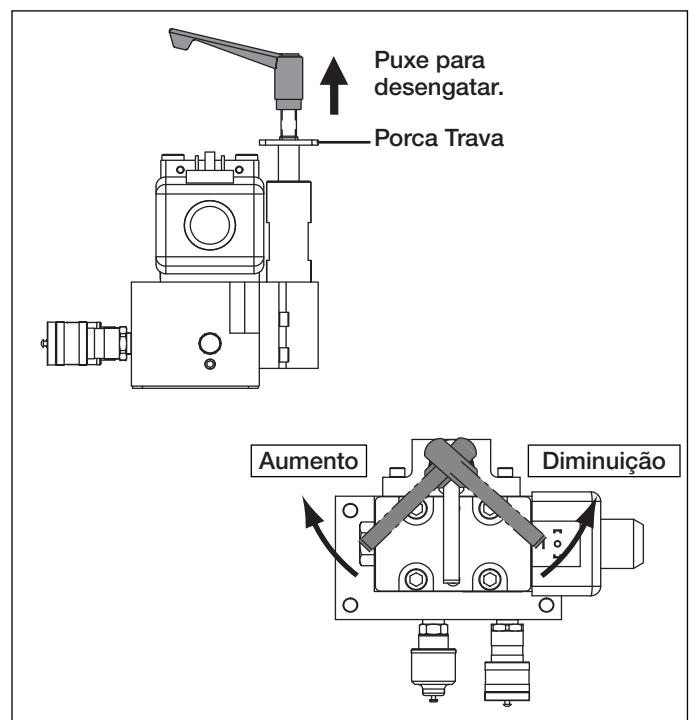

Figura 12, Válvula de Alívio Ajustável pelo Usuário (típica)
2. Afrouxe a porca trava da válvula de alívio. Ver Figura 12.